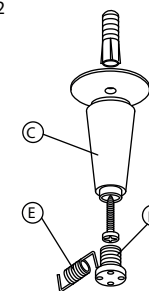

Fig.4
5. Colocar la tela metiendo los agujeros F en los extremos del muelle (fig 4).
5. Place the cloth by inserting holes F in the spring ends (fig 4).